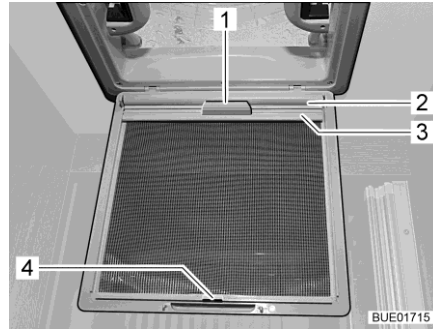

Fig. 114 Store occultant (lanterneau)
- Tirer le store occultant (Fig. 114,2) par la poignée (Fig. 114,1) et accrocher la baguette de support (Fig. 114,3) dans le crochet (Fig. 114,4) sur la moustiquaire.
- Enlever la baguette de support (Fig. 114,3) de sur le crochet (Fig. 114,4) et faire lentement redescendre le store occultant (Fig. 114,2) en le tenant par la poignée (Fig. 114,1).